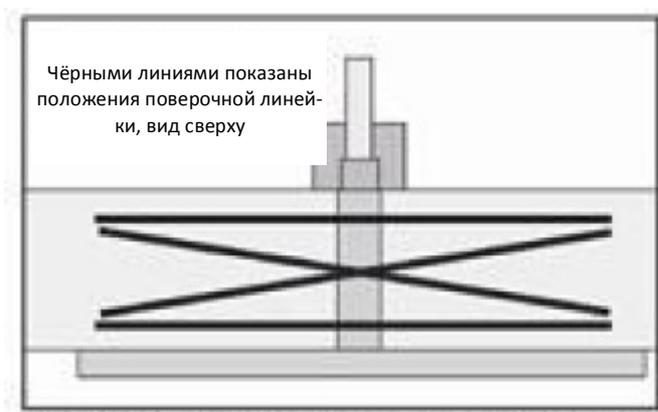

Рис. 35. Положения поверочной линейки при проверке параллельности подводного и выводного столов
2. Поставить поверочную линейку наполовину на подводной стол, наполовину над режущим валом, как показано на рис. 35.
3. Поставить поверочную линейку в одно из положений, показанных на рис. 35.